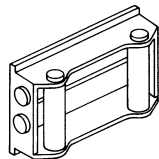

Figure 18
6. Pour réduire de manière importante l'usure du câble pendant les treuillages sur angle, **ÉQUIPEZ LE TREUIL D'UN GUIDE-CÂBLE** (Fig. 18). Les roulements éliminent l'abrasion et le frottement excessif du câble.